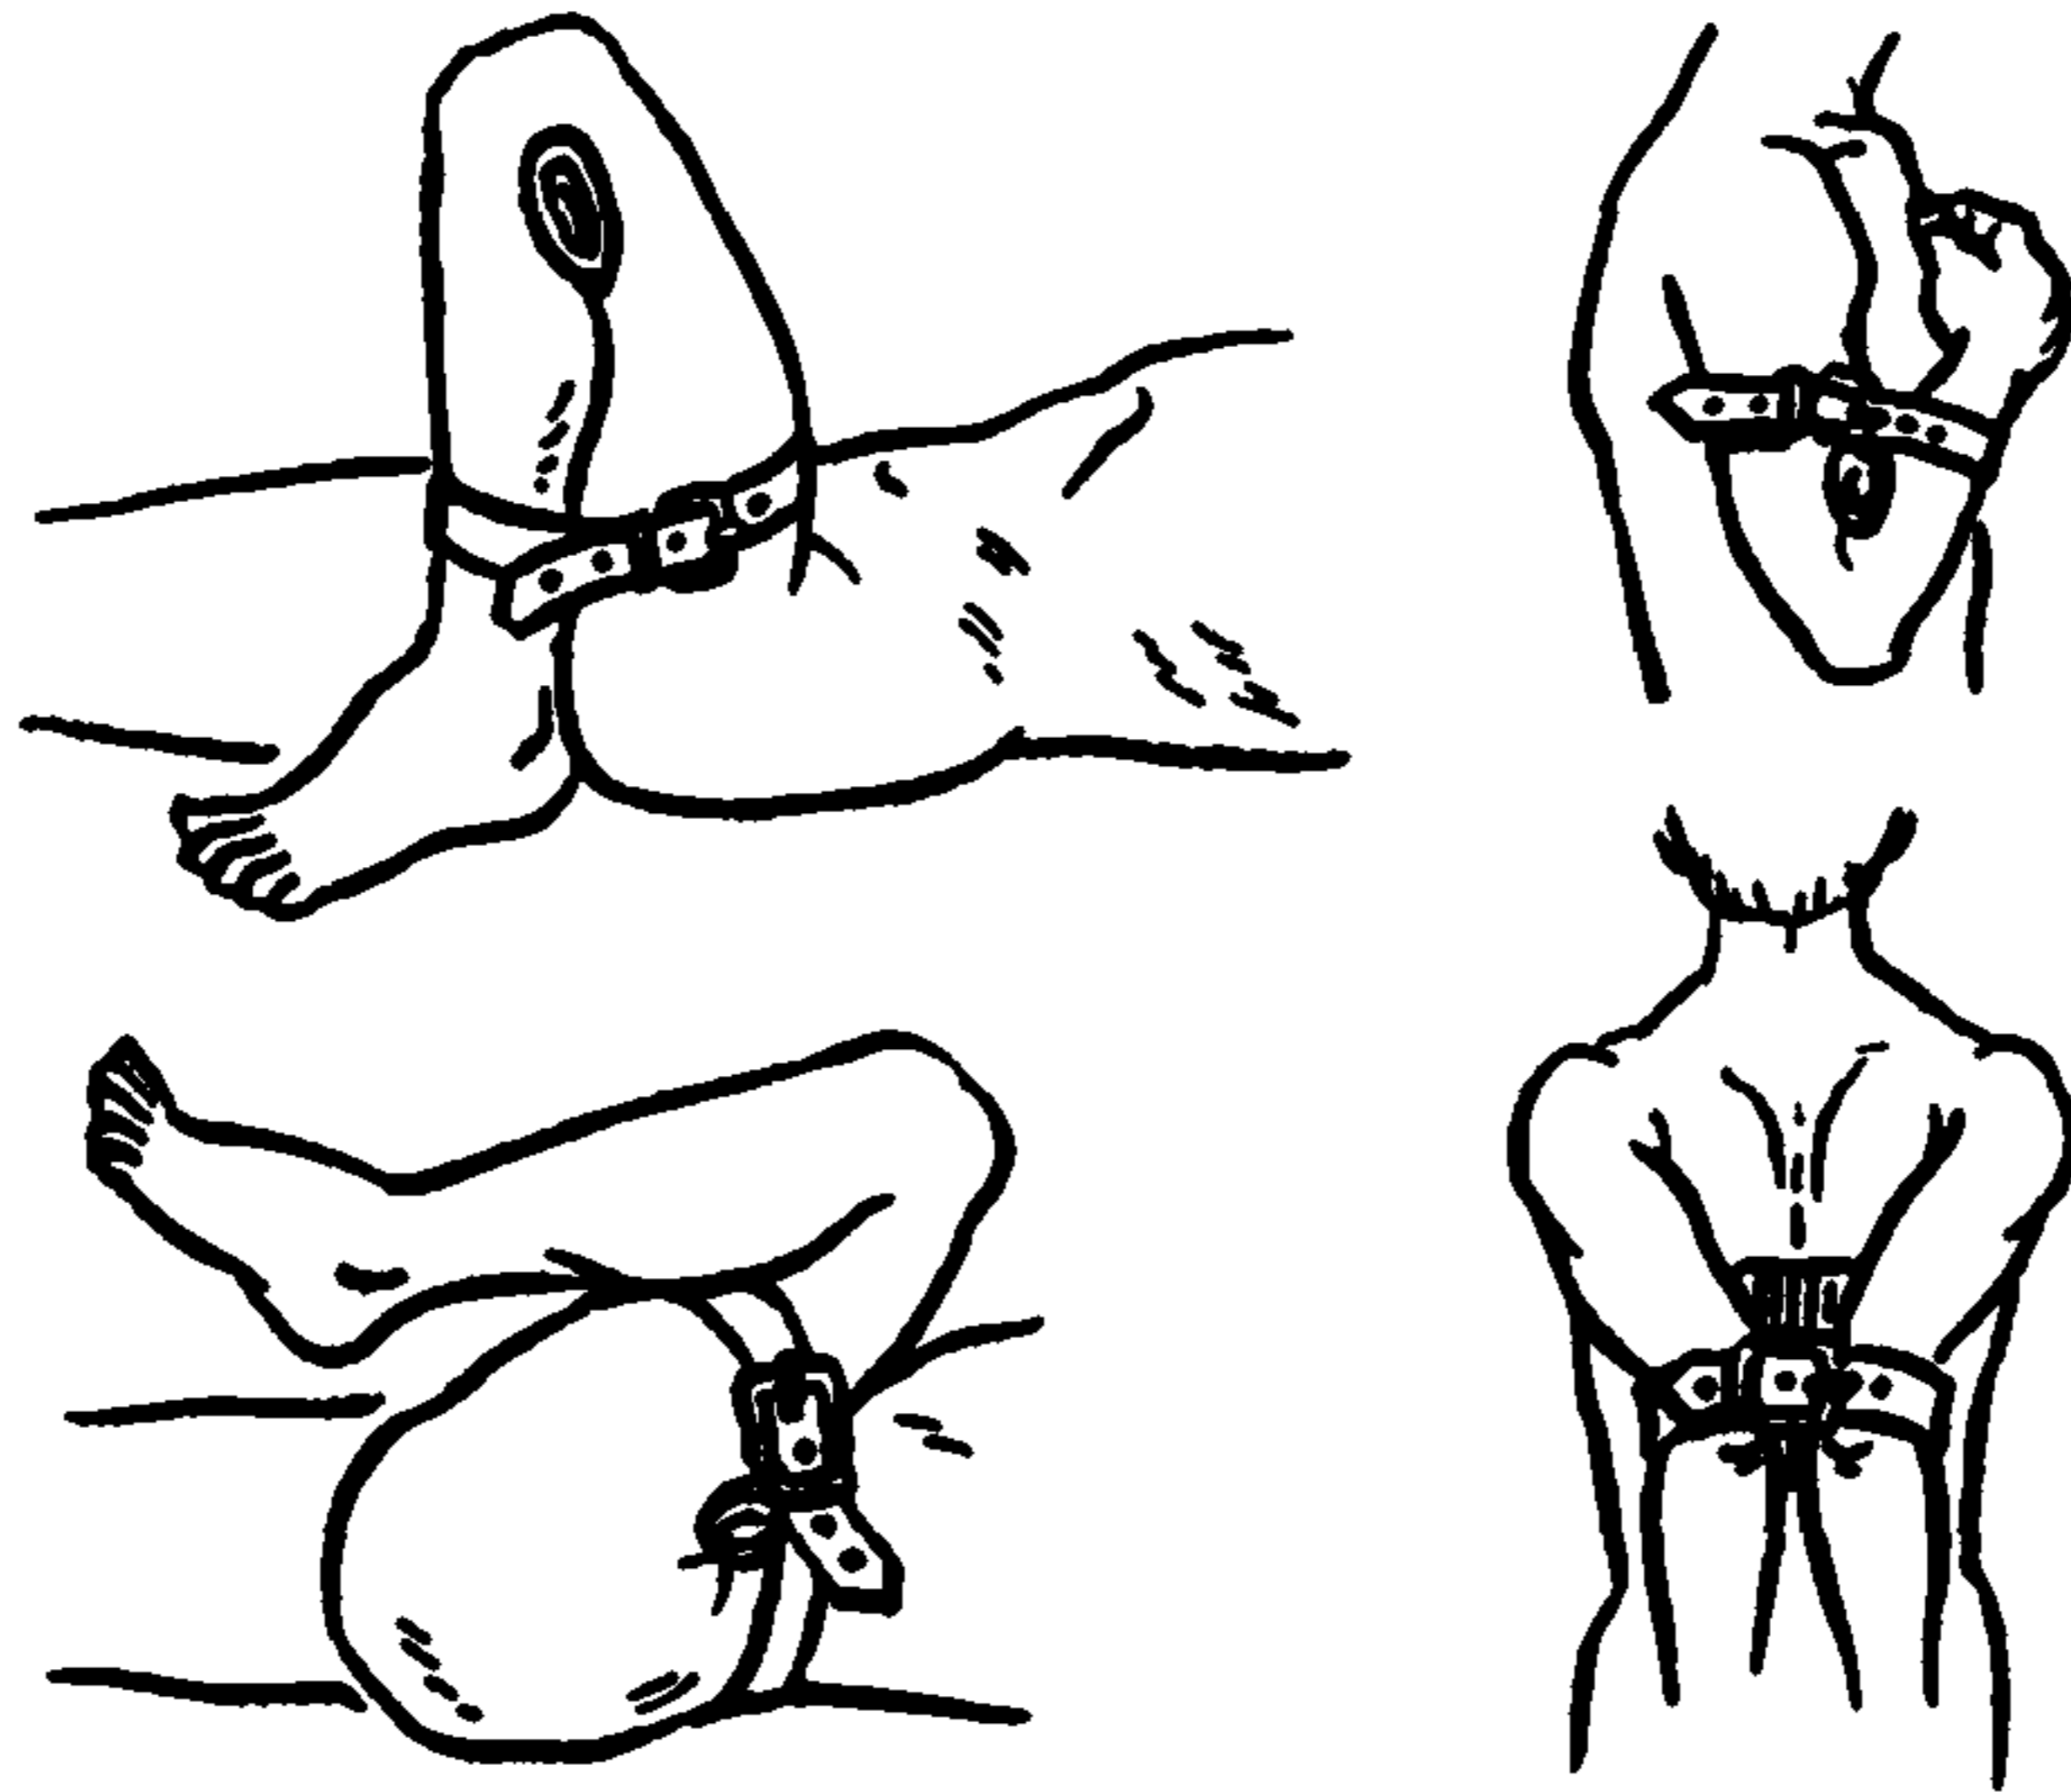

Рис. 8
3) Прижатие кровоточащего сосуда путем фиксации конечности в определенном положении (рис. 8).